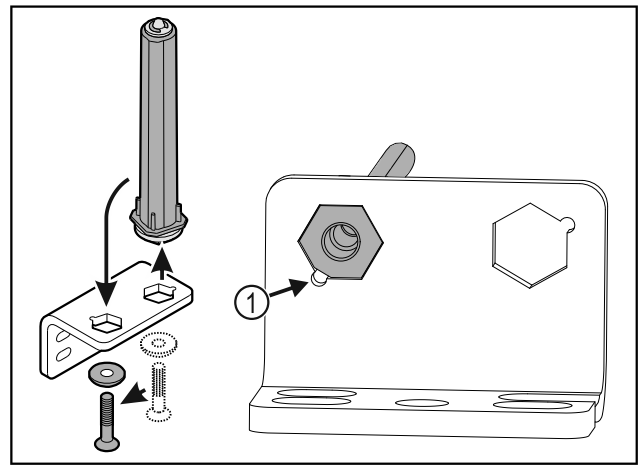

Fig. 27
- ▶ Darauf achten, dass beim Einsetzen die Bolzenabschrägung Fig. 27 (1) zum runden Loch zeigt.